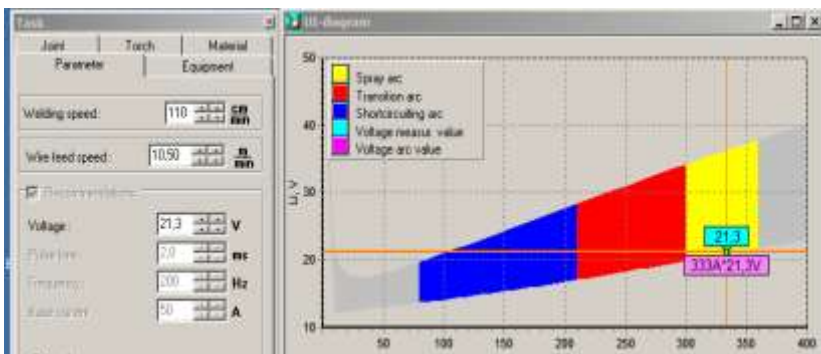
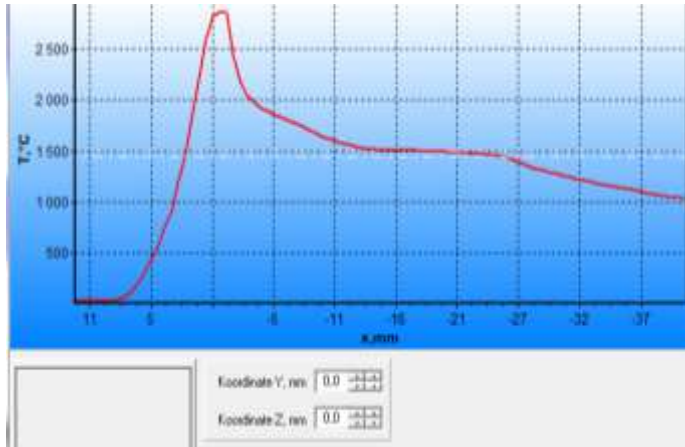
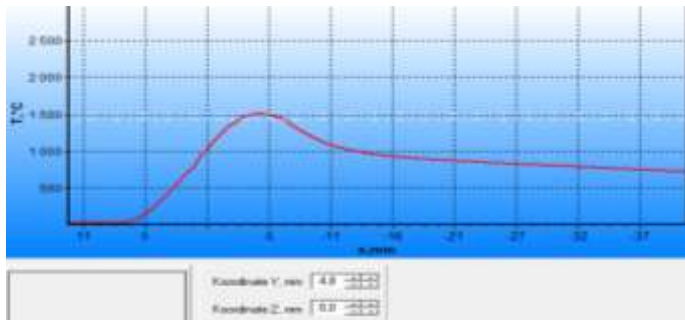
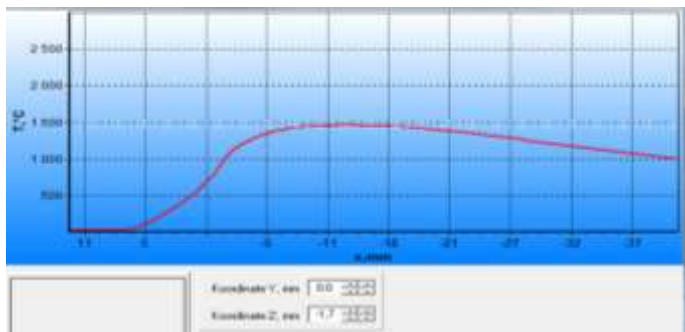

Рисунок 2.1
Рисунок 2.2
Рисунок 2.3
Рисунок 2.4
Пакет MAGSIM [3] дає можливість визначити розподіл температур впродовж вісі шва [4]. Так при заданих параметрах (рисунок 2.1) температурний цикл має вигляд (рисунок 2.2). При цьому, якщо задавати значення  $Y$  при незмінних значеннях  $Z = 0$ , то маємо значення температур на відстані від осі впродовж шва в поверхневому шарі металу (рисунок 2.3). Якщо задавати значення  $Z$  (відстань від вісі шва вглиб металу) при незмінних значеннях  $Y = 0$ , то маємо значення температур вглибині впродовж вісі шва (рисунок 2.4).
4. Вольт-амперну характеристику технологічного процесу зварювання плавким електродом в захисних газах відповідно заданим вихідним параметрам варіанта (рисунок 2.1).
5. Графіки термічного циклу зварювання впродовж вісі шва (рисунок 2.2); графік термічного циклу при  $Z = 0,0$  мм,  $T_{\max}=1500$  °С,  $2Y$  – ширина зварювальної ванни (рисунок 2.3); графік термічного циклу при  $Y = 0,0$  мм,  $T_{\max}=1500$  °С,  $Z$  – глибина зварювальної ванни (рисунок 2.4);